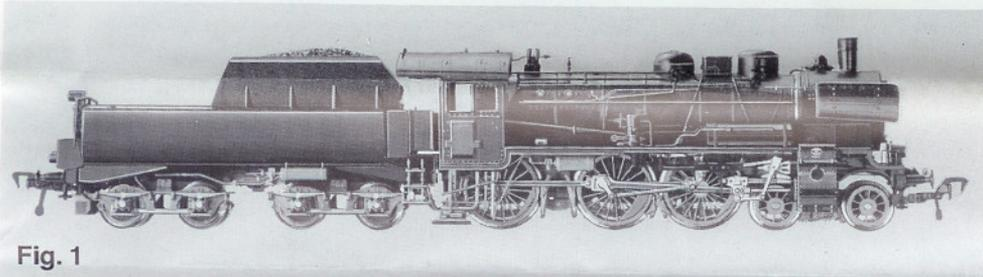

Fig. 1
Von 1906—1923 wurden insgesamt 3956 Stück Personenzug-Lokomotiven der Gattung P8 von verschiedenen deutschen Herstellern an die Preußische Staatsbahn (KPEV) und andere europäische Länderbahnen geliefert. Die Deutsche Reichsbahngesellschaft (DRG) ordnete sie unter der Bezeichnung BR 38¹⁰⁻⁴⁰ in ihren Bestand ein. Als Bauart 2'C h2 hatte die Lok eine Reibungslast von 51,6 Mp und konnte bei einer Leistung von 1180 PSI die Höchstgeschwindigkeit von 100 km/h fahren. Bei der Deutschen Bundesbahn (DB) wurden einige Loks mit Wannentender der Bauart 2'2'T30 ausgerüstet. Nach erneuter Ummumerierung in BR 038 musterte die Deutsche Bundesbahn (DB) die letzte Lok (038 772-0) im Jahr 1974 aus. Einige Loks sind als Museums- oder Privatbahnloks bis heute erhalten (Fig. 1).
Between 1906 and 1923 a grand total of 3956 passenger service locomotives of the P8 type were delivered to the Prussian State Railways (KPEV) and other European railway companies, from various German manufacturers. The Deutsche Reichsbahn (DRG) listed them under class BR 38¹⁰⁻⁴⁰ whilst in their service. Built as a type 2'C h2 these locos had a working pressure of 51.6 Mp, and developing power of 1180 HP could run at a top speed of 100 km/h. The Deutsche Bundesbahn (DB) fitted a few of the class with tub tender of the type 2'2'T30. Under their new classification as BR 038, the German Federal Railways (DB) took the last loco (038 772-0) out of service in 1974. A few locos are still preserved today on private lines or as museum pieces (fig. 1).
Entre les années 1906 et 1923 plusieurs usines allemandes construisirent, pour les chemins de fer prussiens (KPEV) et pour d'autres réseaux européens, un total de 3956 locomotives du type P8, pour trains de voyageurs. La Deutsche Reichsbahn (DRG) leur donna la numérotation BR 38¹⁰⁻⁴⁰. De type 2'C h2, cette locomotive avait une puissance de 1180 HP et une vitesse maximum de 100 km/h. La Deutsche Bundesbahn (DB) a modifié quelques-unes de ces locomotives en les équipant d'un tender semi-cylindrique du type 2'2'T30. La Deutsche Bundesbahn (DB) lui donna la numérotation BR 038 et la dernière 038 772-0 fut retirée du service en 1974. Il en reste quelques exemplaires dans des musées ou sur des lignes de chemin de fer privées (fig. 1).
Van 1906—1923 werden er in totaal 3956 persontrein-locomotieven van het type P8 door verschillende Duitse fabrikanten aan de Preussische Staatsbahn (KPEV) en aan andere Europese spoorwegen geleverd. Bij de Deutsche Reichsbahngesellschaft (DRG) reden de locomotieven onder de nummers BR 38¹⁰⁻⁴⁰. Als bouwserie 2'C h2 had de loc een wrijvingslast van 51,6 Mp en kon met een vermogen van 1180 PSI een maximumsnelheid van 100 km per uur bereiken. Bij de Deutsche Bundesbahn (DB) zijn enkele van deze locs later uitgerust met een kuptender (uitvoering 2'2'T30). Na de gewijzigde nummering in BR 038 hebben deze locomotieven nog tot en met 1974 dienst gedaan bij de Deutsche Bundesbahn (DB), de laatste loc was de 038 772-0. Enkele locs zijn als museum- of als lokaal baanloc bewaard gebleven (fig. 1).
Van 1906—1923 levererades totalt 3956 stycken persontåglokomotiv i utförandet P8 från olika tyska tillverkare till den europeiska statsjärnvägen (KPEV) och andra europeiska statsjärnvägar. Den tyska riksjärnvägen (DRG) inordnade dem under beteckningen BR 38¹⁰⁻⁴⁰ i sitt lokbestånd. Som typ 2'C h2 hade loket en åtgkraft av 51,6 Mp och kunde uppnå en max. hastighet av 100 km/h vid en effekt av 1180 hk. Hos Deutschen Bundesbahn (DB) utrustades några lok med kartender till 2'T30. Efter förnyad omnumrering till litt. 038 togs det sista loket (038 772-0) ur trafik år 1974 hos de tyska förbundsjärnvägarna (DB). Några lok bibehålles fortfarande på museum eller på privatbanor (fig. 1).
Il 1906 al 1923 diverse fabbriche tedesche fornirono le ferrovie prussiane (KPEV) ed altre ferrovie europee di 3956 locomotive, tipo P8, per l'impiego di treni passeggeri. Le ferrovie dell'ex DRG classificarono queste locomotive BR 38¹⁰⁻⁴⁰. Questa locomotiva costruita con il sistema 2'C h2 presentava una forza di attrito di 51,6 tonnellate, raggiungendo con i suoi 1180 HP di potenza; una velocità massima di 100 km/h. Le ferrovie tedesche (DB) dotarono alcune di queste locomotive di un tender a sca del tipo di costruzione 2'2'T30. Dopo un ulteriore cambiamento di matricola BR 038, le ferrovie federali tedesche (DB) rano infine posto fuori servizio l'ultima locomotiva (038 772-0) nell'anno 1974. Alcune di queste locomotive esistono ancora oggi nei musei oppure come locomotive di ferrovie private (fig. 1).